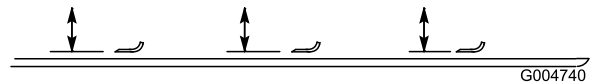

図 130
4. デッキの天井から各ブレードの前端の刃先までの距離を測る 図 130。